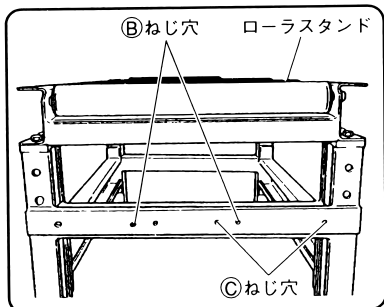
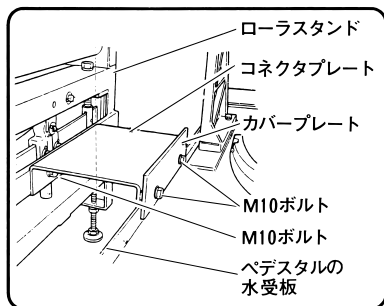

図9
図10
(1) 図10のようにM10ボルト（2本）でコネクタプレートをCB32FB形は、図9の㊸ねじ穴にCB22FB形は、㊿ねじ穴に固定した後、カバープレートとコネクタプレートでペDESTALの水受板をはさみ、M10ボルト（2本）で仮止めします。（図9、10）
(2) ローラスタンドの高さをロータリバンドソーのベースの高さに調整します。
（図10）